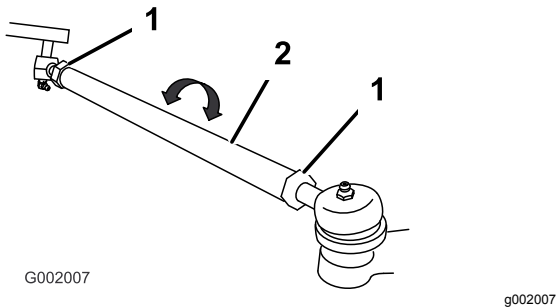

Figura 46
5. Si la distancia no está en el intervalo especificado, afloje las contratuercas en ambos extremos de las bielas (Figura 46).